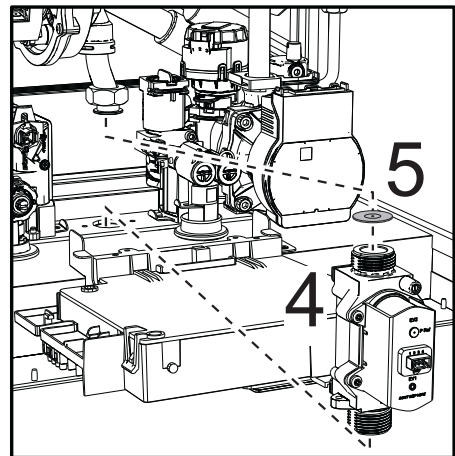

fig. 45
- Scoateți valva de gaz „4” și diafragma pentru gaz „5” (fig. 45).